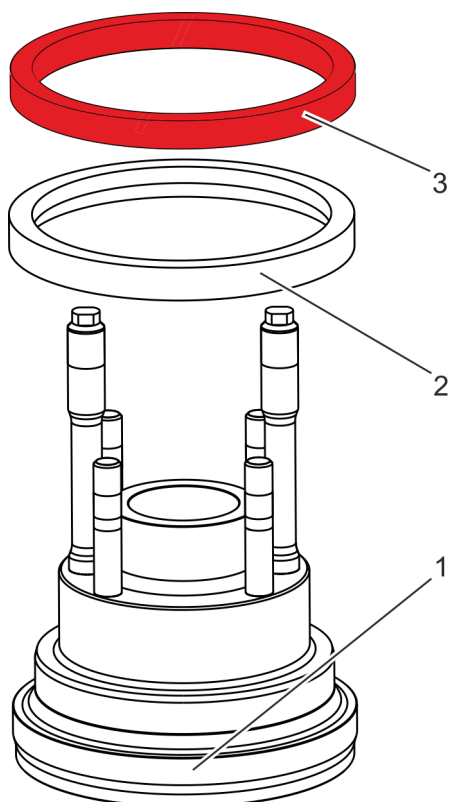

Fig. 32: Retirar el anillo de apoyo y la junta anular
11. Saque el anillo de apoyo (Fig. 32/3) de la tapa (Fig. 32/1) hacia arriba.
12. Saque la junta anular (Fig. 32/2) de la tapa (Fig. 32/1) hacia arriba.